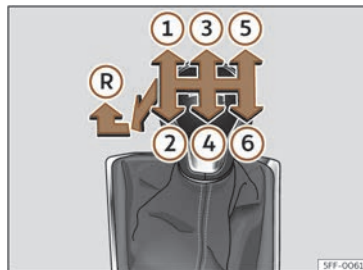

Fig. 114 Grille des vitesses de la boîte manuelle à 6 vitesses.
Les positions des vitesses sont représentées sur le levier de vitesses >>> **fig. 114**.
- Au point mort, appuyez sur le levier de vitesses, déplacez-le complètement vers la gauche puis vers l'avant pour passer la marche arrière >>> **fig. 114** **(R)**.